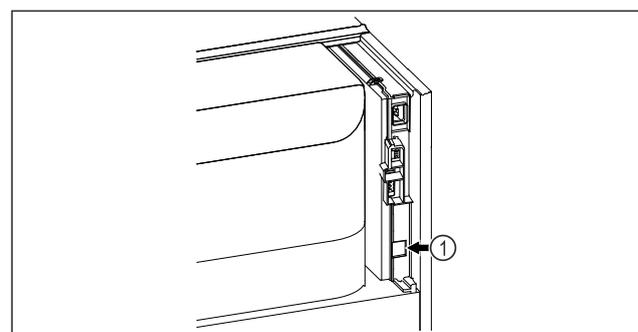

Fig. 171
□ Το SmartModule Fig. 171 (1) είναι τοποθετημένο.